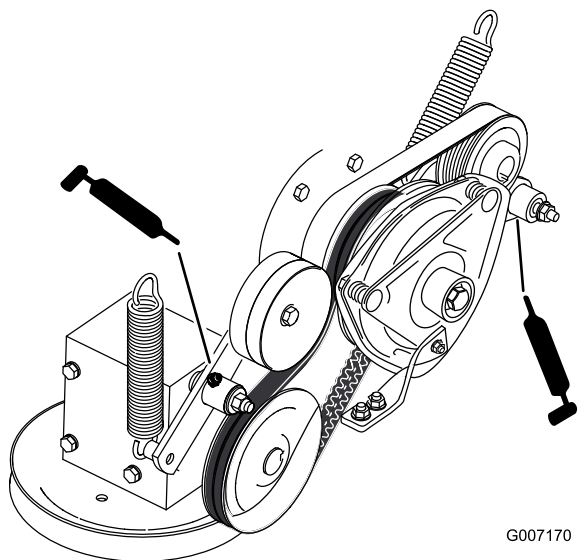

**Figure 55**
7. Lubrifiez les graisseurs des bras de poussée (Figure 54 ou Figure 55).